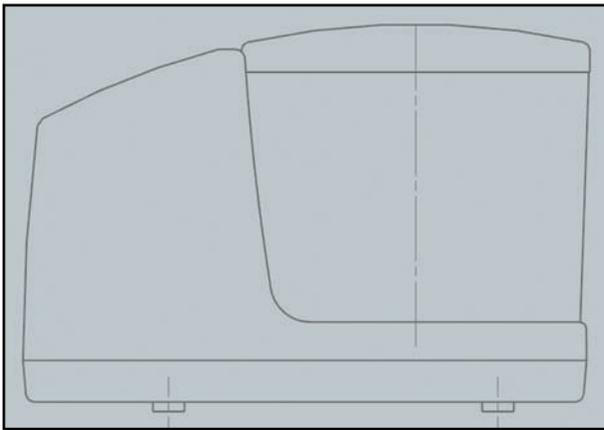

Рисунок 9.16. Вид модели без линий перехода
- Верните обратно значение опции на **Каркасная модель** и переключитесь на вкладку **Линии плавного перехода (Smooth Edges)**. Опции этой вкладки отвечают за отображение на видах линий плавного перехода граней с явными ребрами. Выключите опцию **Линии плавного перехода** и нажмите кнопку **Применить** для отображения результата (рис. 9.16).